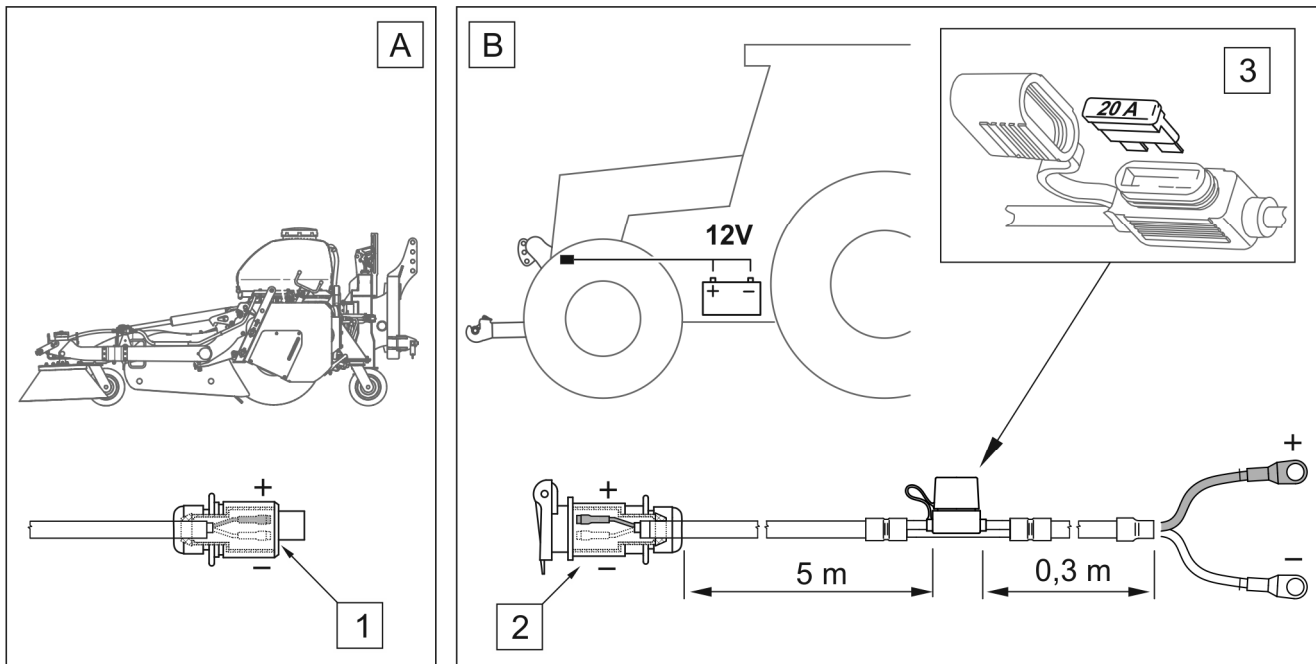

ABBILDUNG 4.1 Installation des Stromkabels der Elektroinstallation
Die Kehrmachine muss mit Strom aus einer 3-poligen Steckdose 12 V DIN 9680 an der Vorderseite des Trägerfahrzeugs gespeist werden. Wenn das Trägerfahrzeug keine solche Steckdose oder eine andere Steckdose hat, muss die Montage nach dem Diagramm (ABBILDUNG 4.1) durchgeführt werden. Das Stromkabel (B) an die Elektroinstallation des Trägerfahrzeugs anschließen und die Steckdose (2) in der Nähe der vorderen Dreipunktaufhängung platzieren. Den Stecker (1) an die Steckdose (2) anschließen. Am „+“-Stromkabel befindet sich eine Sicherung (3) UNIVAL 20 A.